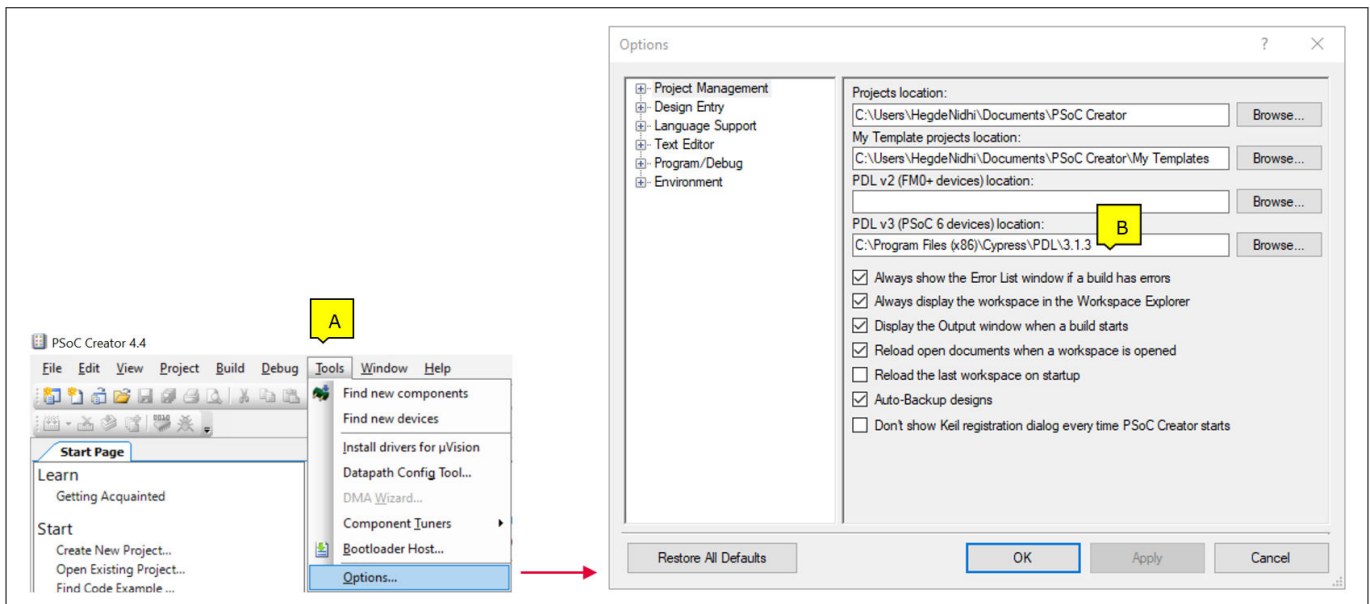

図 13 ペリフェラルドライバー ライブラリ (PDL) のインストール場所
**重要:** これはインストール時に自動的に正しく設定されますが、誤ってセットアップされると何も実行できません。このステップのヘルプについては、図 13 を参照してください。